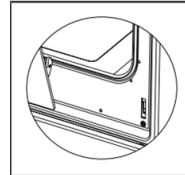

Abbildung 16.2
- Um die Backofentür zu entfernen, halten Sie die Tür mit beiden Händen, wenn sie fast geschlossen ist, und ziehen Sie sie nach oben. (Siehe Abb. 16.2).